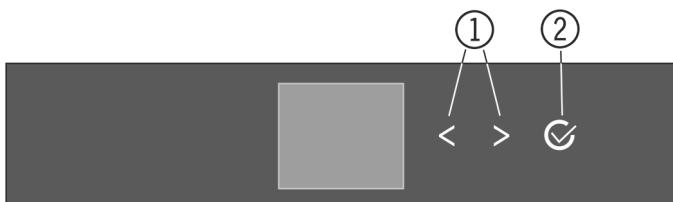
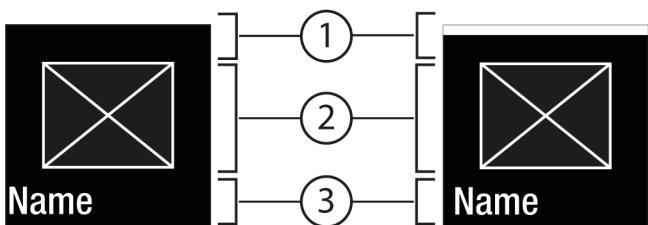

Fig. 5
Fig. 6
- (1) Навигационная стрелка влево / вправо
- (2) Подтвердить
Навигационная стрелка влево / вправо Fig. 5 (1):
Подтвердить Fig. 5 (2):
- Навигация при помощи навигационной стрелки влево / вправо Fig. 5 (1).
- С помощью Подтвердить Fig. 5 (2) вызвать Подменю Fig. 7 (4).
- Установка нового значения: С помощью Подтвердить Fig. 5 (2) выбрать деактивированное значение Fig. 6 (1).
- Назад в меню: С помощью Подтвердить Fig. 5 (2) выбрать уже активированное значение Fig. 6 (2).
- Навигационные стрелки Fig. 5 (1) нажимайте до тех пор, пока не появится индикация функции.
- Нажмите на Подтвердить Fig. 5 (2).
- С помощью навигационных стрелок Fig. 5 (1) выберите значение настройки.
- ▷ Состояние: активировано Fig. 6 (1) появляется ненадолго в Подменю Fig. 7 (4).
- Нажмайте навигационные стрелки Fig. 5 (1) до тех пор, пока не появится индикация настроек .
- Нажмайте навигационные стрелки Fig. 5 (1) до тех пор, пока не появится индикация требуемой настройки.
- Нажмите и удерживайте в течение 3 секунд Подтвердить Fig. 5 (2).